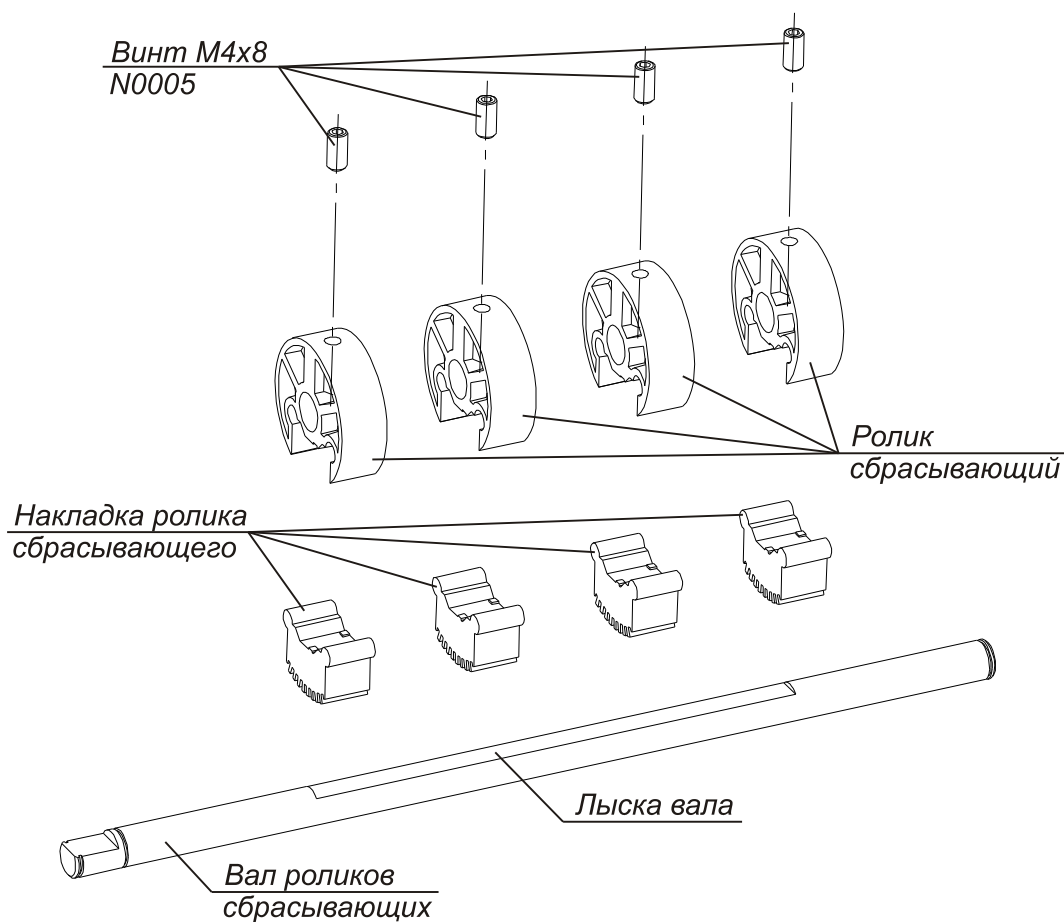

Рис. 46
1. Вывинтите четыре винта М4х8 N0005 (рис. 46).
2. Снимите четыре ролика сбрасывающих с вала (рис. 46).
3. Снимите четыре накладки роликов сбрасывающих со своих роликов (рис. 46).
2. Завинтите четыре винта М4х8 N0005 на три витка резьбы в резьбовые отверстия роликов (рис. 46).